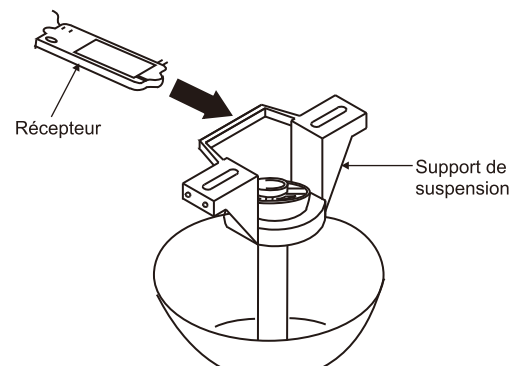

Fig. 13
Étape 1. Insérez le récepteur dans le support de montage au plafond avec le côté plat du récepteur face au plafond. (**Fig. 13**) Pour optimiser la performance, assurez-vous que l'antenne noire, à l'extrémité du récepteur, reste étendue et qu'elle n'est pas emmêlée avec les fils électriques.